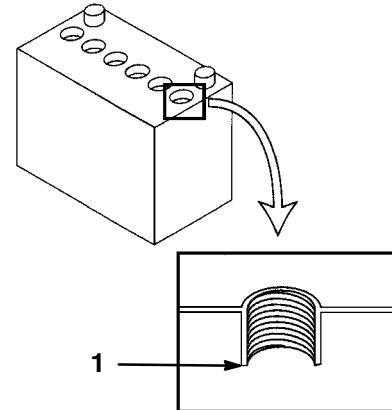

Abbildung 53
4. Die Zellenabdeckungen öffnen, um in die Zellen zu sehen. Die Füllsäure muss bis zum unteren Teil der Röhre reichen (Abb. 53). Der Füllsäurestand darf nicht unter die Platten fallen.
2. Die Deckel abnehmen (Abb. 53).
3. Langsam in jede Batteriezelle destilliertes Wasser gießen, bis die Flüssigkeit bis zum unteren Teil der Röhre reicht (Abb. 53).